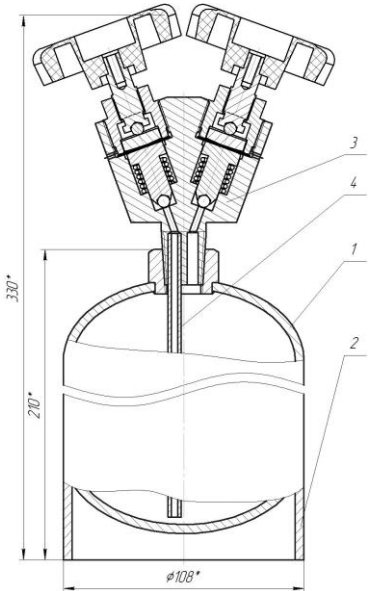

Рис.1 Баллон постоянного давления с сифонным устройством: 1 – баллон постоянного давления; 2 – башмак; 3 – клапан ВС-16Д; 4 – сифонная трубка.
4.1. Баллон постоянного давления с сифонным устройством (Рис. 1) представляют собой сосуд из нержавеющей стали (Поз.1), стойкой к коррозионному воздействию веществ с горловиной для присоединения клапана ВС-16Д (Поз.3) с сифонной трубкой (Поз.4).